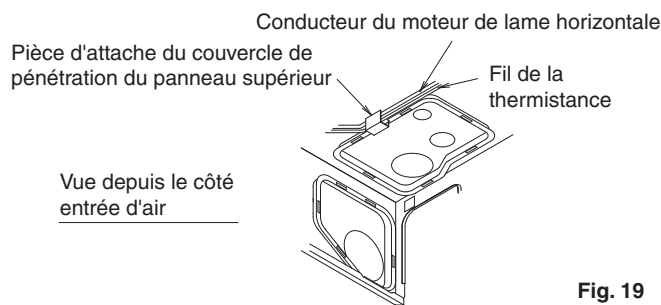

Fig. 19
- Aussi, pour le couvercle de pénétration du panneau supérieur, étant donné qu'il a été retiré auparavant, passez le moteur de la lame horizontale et le fil de la thermistance par l'attache du couvercle de pénétration du panneau supérieur et fixez-les. (Reportez-vous à la Fig. 16 et Fig. 19)